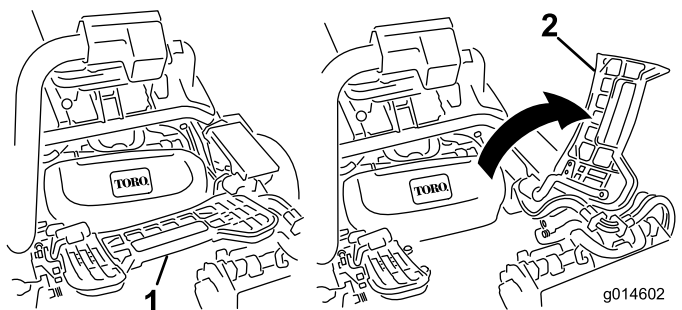

Figura 44
1. Sollevate il poggiapiedi e ruotatelo per aprirlo, creando accesso alla posizione dell'apparato di taglio centrale (Figura 44).